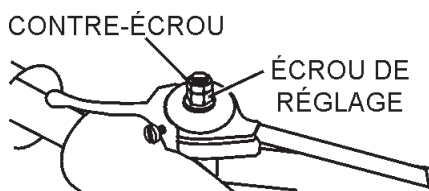

Figure 9. Réglage de la manette des gaz
6. Ajustez la tension du câble en desserrant le contre-écrou sur le récepteur du câble de la manette des gaz (Figure 9), en desserrant ou en serrant l'écrou de réglage en dessous, puis en resserrant le contre-écrou.